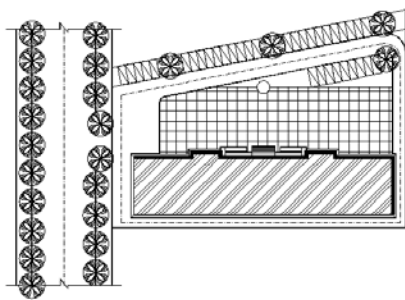

图 15.150 插入“乔木”块
(1) 将“乔木”块插入图纸中, 并调整他们所在的位置, 如图 15.150 所示。